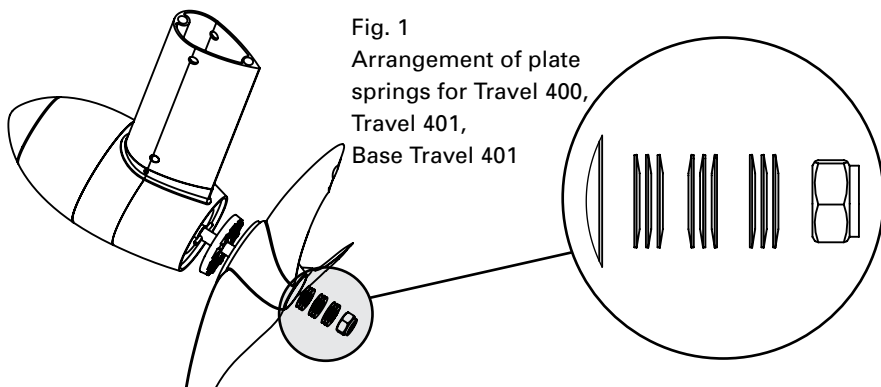

Fig. 1
4. Fassen Sie neun der Ø 20 mm Tellerfedern zu drei Paketen mit je drei Tellerfedern zusammen. Die Tellerfedern jedes Pakets müssen dabei gleichsinnig geschichtet werden. Stecken Sie die Tellerfeder-Pakete gegensinnig auf die Getriebewelle. Die Öffnung des ersten Paketes muss dabei zum Propeller zeigen (d.h. das Paket wölbt sich vom Propeller weg). Das zweite Paket muss entgegen dem ersten Paket aufgesteckt werden. Das dritte Paket hat die gleiche Ausrichtung wie das erste Paket (Abb. 1).
4. Group together nine of the 20 mm diameter plate springs into three packs of three springs each. The plate springs of each pack must be stacked facing in the same direction. Now place the plate spring packs in alternate directions onto the gear shaft. The opening of the first pack must face towards the propeller (i.e. the pack curves away from the propeller). The second pack must be slotted on the other way around to the first pack. The third pack has the same direction as the first pack (see fig. 1).
4. Partagez les neuf rondelles ressorts de  $\varnothing 20$  mm en trois paquets de trois. Superposez les rondelles ressorts de chaque paquet en les orientant dans le même sens. Montez sur l'arbre d'entraînement les paquets de rondelles ressorts en disposant chaque paquet dans le sens inverse de l'autre. La face ouverte du premier paquet est orientée côté hélice (le paquet se courbant donc dans la direction opposée). Le deuxième paquet s'enfile dans le sens inverse au premier paquet. Le troisième paquet est orienté comme le premier paquet (Fig. 1).